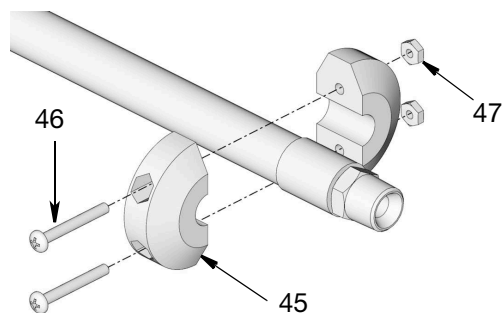

Рис. 18
- Удалите раздаточный клапан, гайки (47), винты (46) и шаровой ограничитель (45) с конца шланга (Рис. 18).
4. Удалите раздаточный клапан, гайки (47), винты (46) и шаровой ограничитель (45) с конца шланга (Рис. 18). Установите заглушку на конце шланга (в случае необходимости), чтобы предотвратить вытекание жидкости.